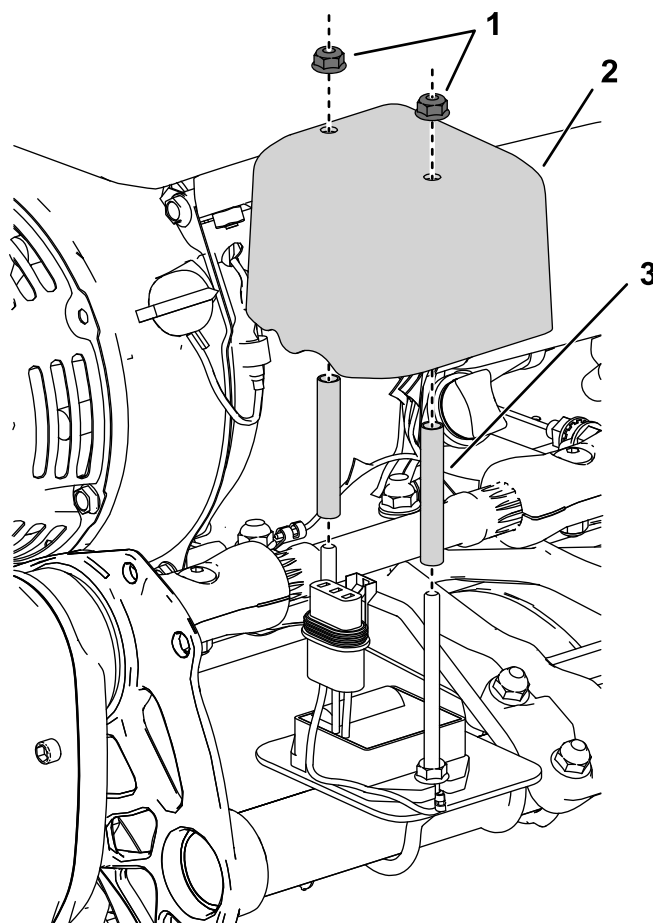

Figura 4
- Montate i distanziali e il coperchio sui collegamenti del contaore wireless e del cablaggio preassemblato, come illustrato nella Figura 4.